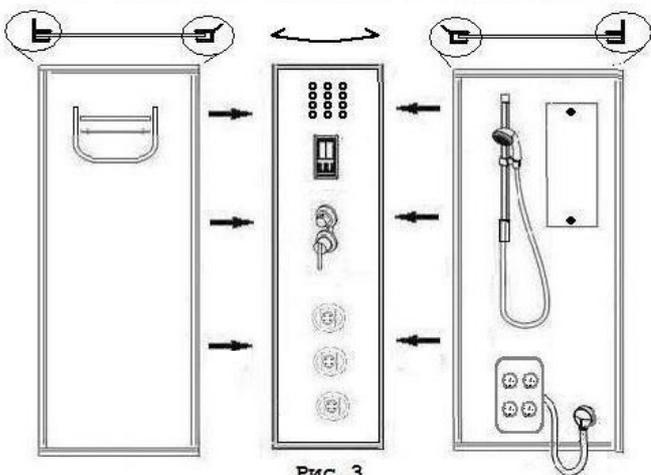

Рис. 3
4.1. Сборка задних стенок (рис.3).
Соберите полку для косметических средств /5/ (рис.3а). Для этого наденьте стекло /d/ на держатель для полотенца /e/, прикрутите удлинители /с/. В отверстия удлинителей вставьте ограничитель полки /а/, зафиксируйте его с помощью винтов на удлинителях. С помощью шурупов /b/ прикрепите собранную полку на левую заднюю стенку /4/.
Рис. 3а
Совместите отверстия для крепежа на центральной стойке /7/ и на задних стенках /4 и 14/, скрепите их с помощью саморезов 4*8 /42/ (рис. 3). На места соединения центральной стойки с задними стенками предварительно нанесите санитарный герметик.